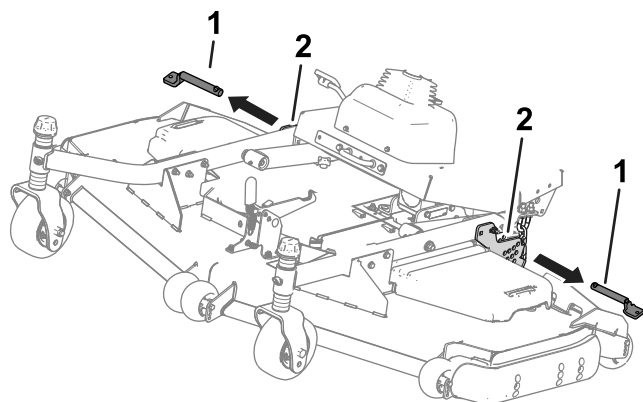

**Bild 34**
4. Entfernen Sie die Splinte von den Schnitthöhenplatten (**Bild 34**).